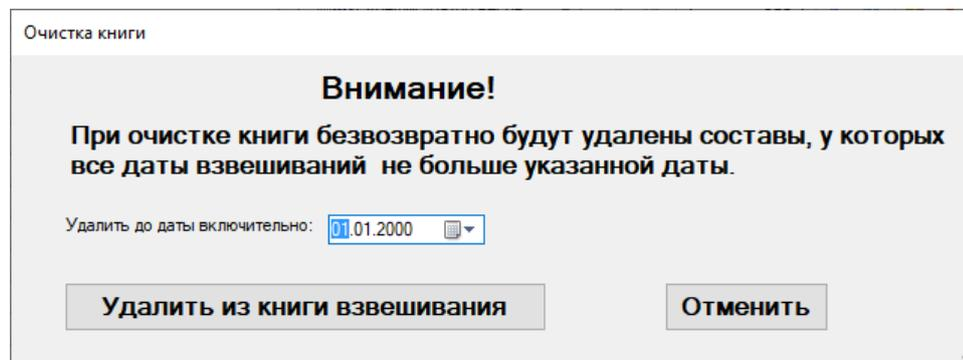

Рисунок 137 - Очистка книги
- 4) Одновременно очистить книгу взвешиваний до определённой даты во всех базах, подключенных к серверу взвешиваний. Для этого нужно нажать кнопку «Очистить книгу взвешиваний», после в диалоге «Очистка книги» (см. Рисунок 137) нужно указать дату и нажать кнопку «Удалить из книги взвешивания».